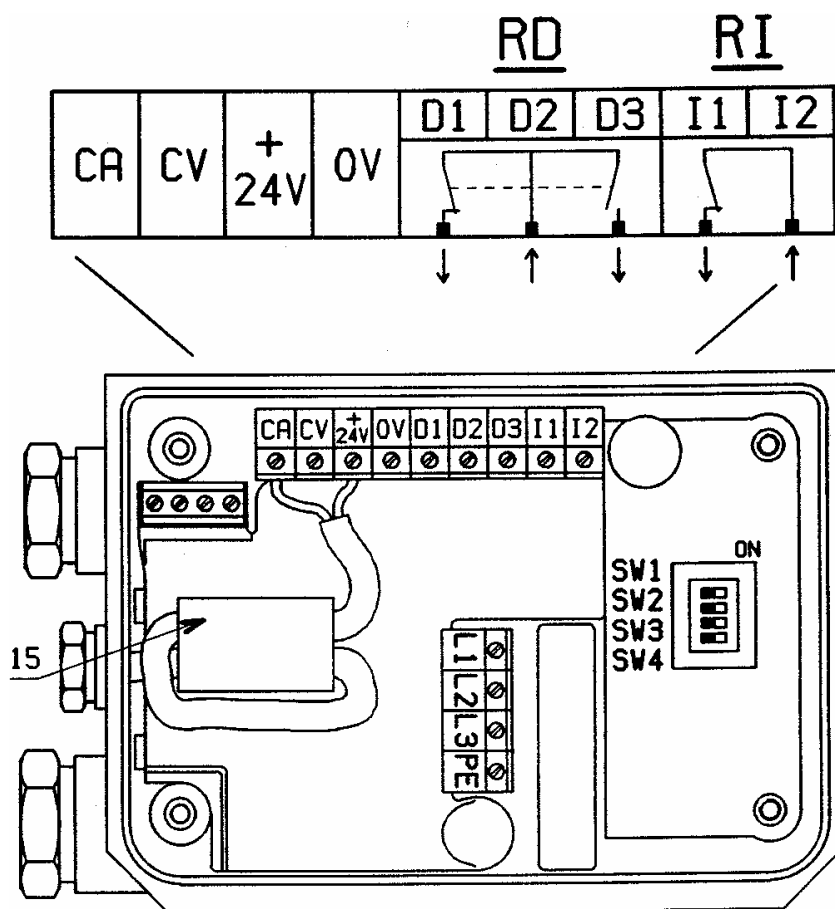

Рис. 3
- Подключение частотного преобразователя (рис. 3), должно осуществляться в соответствии с приведенными ниже таблицами и схемами (см. раздел 6. Ввод в эксплуатацию):
Частотный преобразователь имеет два беспотенциальных контакта (выхода), служит интерфейсом для центрального управления. Пример: Шкаф управления для контроля насосов. 1) Обобщен. сигнализ. работы (SBM): RI (рис. 3) - Нагрузка на контакты..... При первом возникновении ошибки или перебое напряжения (насос выключается) контакт замыкается. Информация о состоянии останова насоса передается по контакту сигнализации насоса на центральный прибор управления или распредел. ящик, также и в случае, если насос временно отключен. Контакт открыт, если насос работает или находится в режиме ожидания. 2) Обобщ. сигнализ. неисправн. (SSM): RD (рис.3) - Нагрузка на контакты..... После серии ошибок (от 1 до 5, в зависимости от степени ошибки) или отдельного типа ошибки, насос выключается и включается SSM. В этом случае неисправность должна быть сброшена вручную	RD(SSM) RI(SBM) Пример: 5 ошибок могут изменяться в течении 24 ч. по следующей шкале: Ошибки: min12В/10мА max250В/1А Контакт закрыт Контакт открыт SSM активна SSM неактивна "SBM" от RI "SSM" от RD 24 часа Время